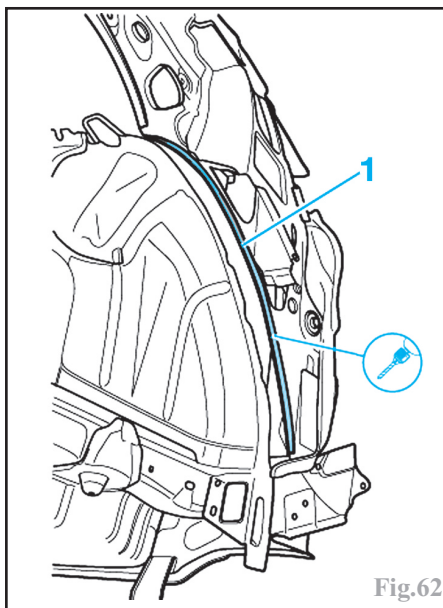

Fig.62
Effectuer des trous de Ø 7mm sur la zone (1) du passage de roue neuf (Fig.62)